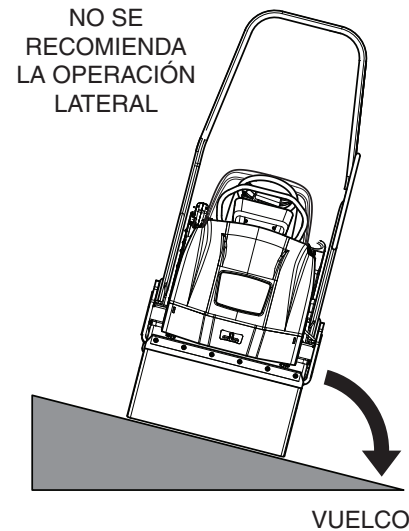

Figura 3. Operación incorrecta en pendientes
**NUNCA** opere el rodillo en pendientes en posición lateral (Figura 3). Existe la posibilidad de que se vuelque y cause lesiones o incluso la muerte y daños graves al equipo.